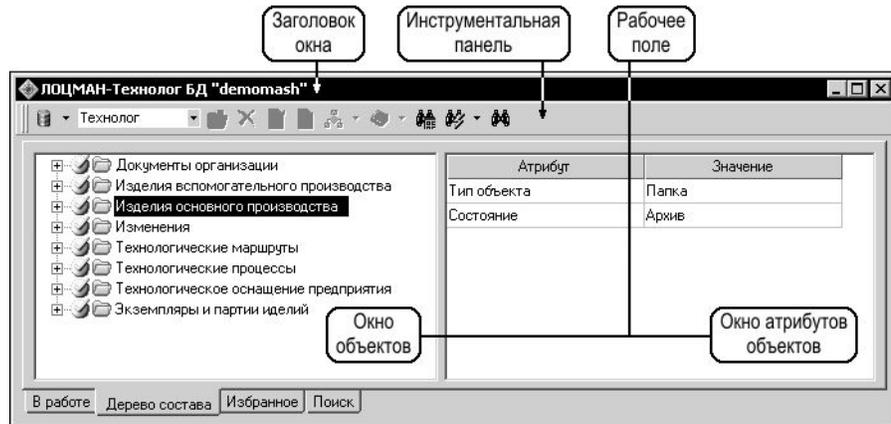

Рис. 12.1. Диалоговое окно модуля ЛОЦМАН-Технолог
Вид диалогового окна ЛОЦМАН-Технолог показан на рис. 12.1. Диалоговое окно включает:
**Рабочее поле** модуля (рис. 12.1) разделено на две части — окно объектов (левая часть) и окно атрибутов объектов (правая часть). Рабочее поле состоит из четырех вкладок, на которых отображаются следующие данные: